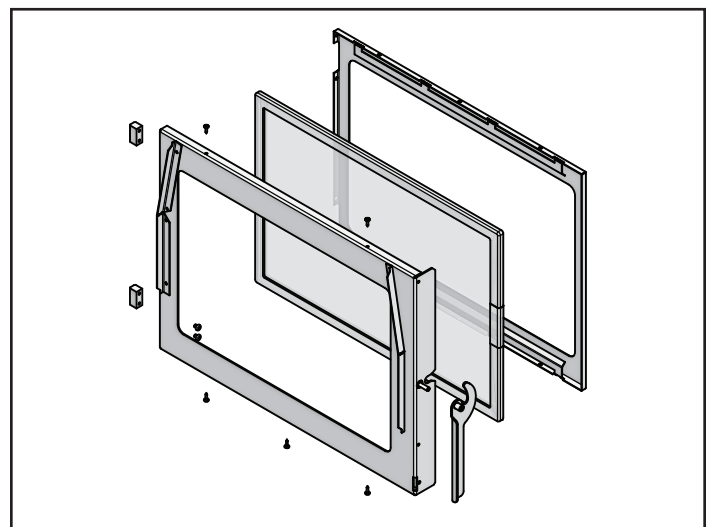

Figure 24.3
2. En utilisant un tournevis cruciforme, retirez les 4 vis; 2 en haut et 2 en bas. Retirez le support de métal, puis retirez la vitre (**Figure 24.3**).